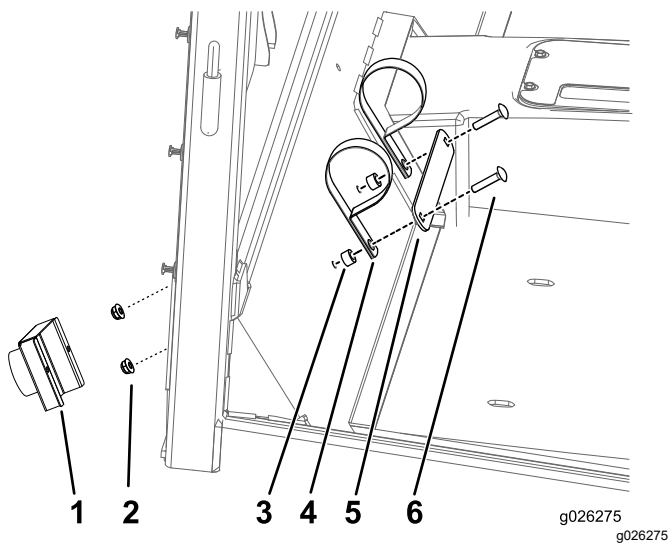

Bild 47
1. Befestigen Sie das Rohr für die Bedienungsanleitung (**Bild 47**).